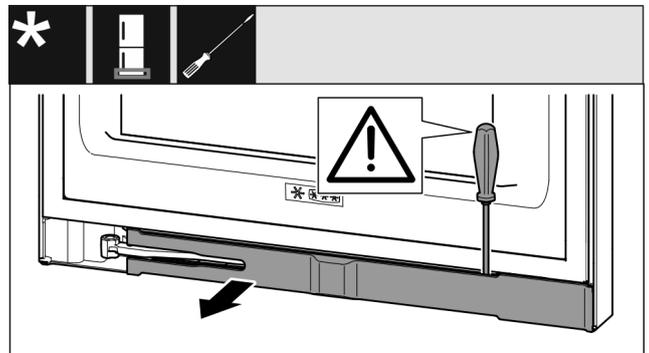

Fig. 14
- ▶ При помощи шлицевой отвертки отцепите накладку и отведите ее в сторону. (см. Fig. 14)